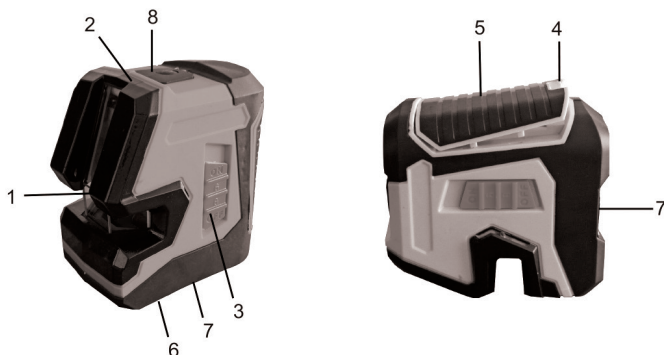

Рис. 1 - Конструкция лазерного уровня МТ-3051
Конструкция лазерного уровня МТ-3051 (Рис. 1):
3.1 Установка / замена элементов питания. Снимите крышку 5 отсека элементов питания, нажав на защелку 4 (Рис.1). Установите новые элементы питания (2 x 1,5В тип «АА») в отсек, соблюдая полярность. Закройте крышку отсека элементов питания.
Для проецирования лучей из выходного отверстия 1 (рис. 1) сдвиньте клавишу включения 3 вверх, при этом происходит разблокировка системы самонивелирования. Для выключения сдвиньте клавишу 3 вниз, система самонивелирования блокируется.
Самонивелирование может длиться до пяти секунд. По окончании процесса выравнивания индикатор 2 (Рис. 1) загорится зеленым цветом. Если индикатор 2 начинает мигать красным цветом, это значит, что нивелир установлен с боковым или фронтальным наклоном, большим чем $\pm 4^\circ$. Переустановите уровень и проведите повторное проецирование линий.